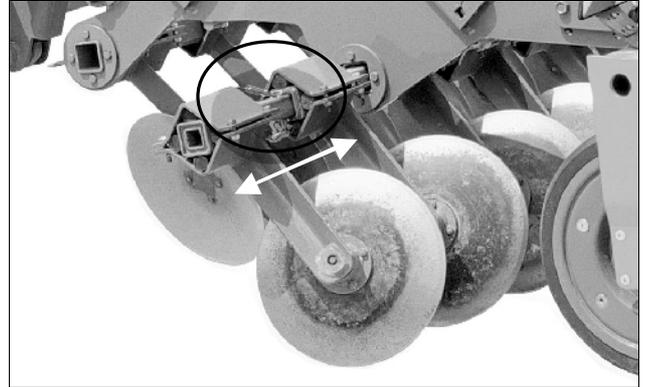

Fig. 37
- Rentrez les disques d'extrémité (Fig. 37) et fixez les en utilisant l'axe d'arrêt puis goupillez en sécurité.